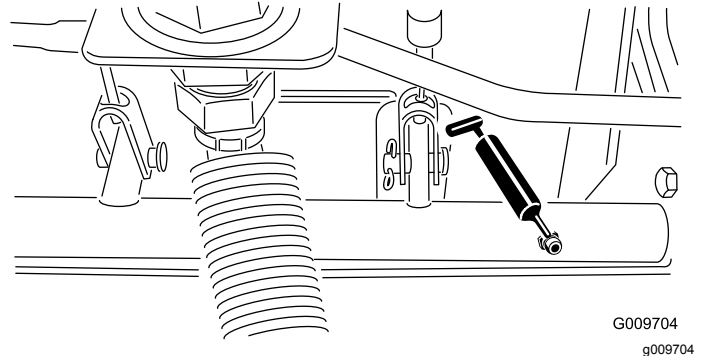

Figura 58
- Cuscinetti orientabili dell'albero del freno (5) come illustrato nella Figura 58